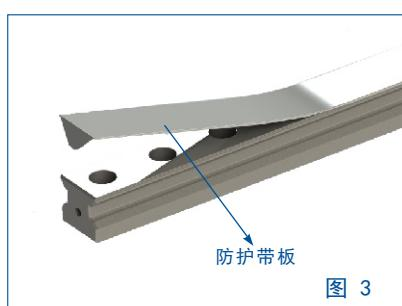

图 3
- 4) 防护带板：防护带板主要用于封堵导轨的安装孔，使导轨顶面光滑平整，不能积聚异物，不仅提高密封效果，而且美观实用。如图3所示。